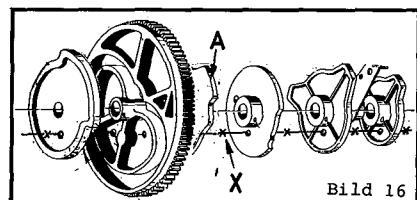
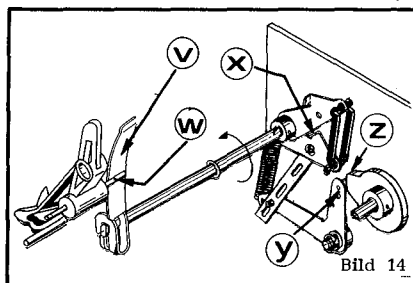
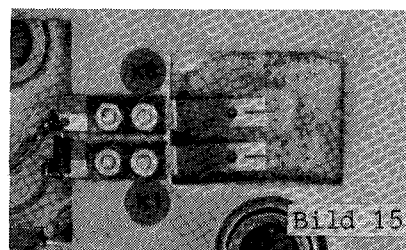
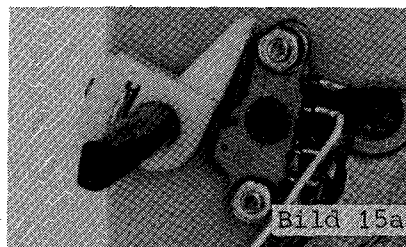

Bild 16
Bild 14
Bild 15
Bild 15a
The drive pulley (refer to Parts List, Fig. 14, pos. 8) has two grooves for the belt to run in, for easy adaptation.
L'accouplement à ressort (fig.14) est réglé correctement lorsque le levier V et la cheville W du support mobile se détachent avant que la pince ne commence à se soulever, même si le disque est de petit diamètre (disque test WUR de 172mm de Ø, étiquette jaune). La correction se fait en pliant légèrement la languette X. Attention: chaque modification entraîne un changement dans le temps de contact de K8, vérifier comme indiqué plus haut!
Le contacteur rotatif (fig.15) est fixé sur son arbre (clé de 2mm) tel que l'interrupteur du moteur K6 fait son circuit si son levier de contact Y fig.14 se trouve juste sur la pointe de la came Z (Z étant la dernière came).
Die Kupplung der Steuerung der beweglichen Plattenklammer im Greifarm (Bild 14) ist richtig eingestellt, wenn der Hebel -V- sich vom Stift -W- der großen Plattenklammer sichtbar trennt, bevor der Greifarm beginnt, sich mit einer Platte zum Plattenteller zu bewegen, dies auch dann, wenn die gegriffene Platte die Untergröße von 172 mm hat (Wurlitzer-Prüfplatte WUR 4, gelbes Etikett). Eine Korrektur ist durch Justage der Zunge -X- möglich. Jede Änderung hier beeinflusst die Schaltzeit des Greifarm-Endschalters K 8!
Die Schalter K1 und K6 sowie, bei der SL 700-Mechanik, der Stummschalter, sind Schleifkontaktfedern, die mit etwa 50 p auf eine Kontaktscheibe drücken, die in der vorderen Nockenscheibe (Bild 16) liegt. In der Mechanik 41 200 liegt diese Kontaktscheibe über die Nockenwelle auf Massepotential, in der Mechanik 41 220 (neu, SL 700) ist diese Kontaktscheibe isoliert, sie wird vom Kontakt K1 auf Massepotential gezogen, nur nicht in Spielstellung (Verstärker-Stummschaltung).
Der Mikroschalter K7 (Bild 15a) wird von einem Mitnehmer betätigt, der auf der Achse des Hebels -V-, Bild 14, sitzt. In Ruhestellung, die große Plattenklammer -W- ist dann voll geöffnet, muß der Hebel des Schalters K7 den Schaltpunkt um gut 0,5 mm überschritten haben. Der Hebel darf nicht gegen den Schaltkörper gedrückt werden. Einstellung durch Verdrehung des Mitnehmers; 2 mm Inbus-Schlüssel. In dieser Stellung ist der Kontakt K7₁ (grün und schwarz) geschlossen, in Spielstellung ist K7₁ geöffnet und dafür K7₂ (weiß und violett) geschlossen.
Die Stellung der Nockenscheiben zueinander (Bild 16) wird bestimmt durch die Fluchtlinie -X-. Die Löcher müssen alle in einer Reihe liegen.
The Control Linkage of the Large Record Clamp (Bild 14) is correctly adjusted if, in the process of gripping a record to be taken out of the carrier, lever -V- clears pin -W- (of the large clamp) before the
Switches K1 and K6 and, with the 41 220-changer, the mute control, are wipers on a contact disc, having contact force of about 50 p. The contact disc is part of the front cam, Bild 16, left. No adjustment necessary. With the elder Model 41 20C-changer, the disc finds a ground return via the cam shaft and bearings. With the new model 41 220 changer (SL 700) the disc is isolated from the shaft but wiper K1 provides a ground return except when the cams are in play position: With the contact plate off ground the amplifier's muting circuit is disabled.
Switch K7 is actuated by a driver on the shaft of lever -V-, Bild 14. In idling position, that is when the large record clamp -W- is open widely, the lever of K7 should have passed the point of tripping with an overtravel of 0,5 to 1 mm. To be adjusted by rotating the driver; Allen head worm screw, 2 mm wrench, care not to jam the lever against the switches case.
Gear & Cams. The correct position each to the others is given if the line -X-, Bild 16, passes through the centre of all the holes (a fitting bolt will pass).
Les contacts K1 et K6 (fig. 15) sont formés de lamelles frottant sur un disque de contact avec une pression d'environ 50p. Ce disque de contact est monté sur la came avant (fig. 16). Il est à la masse par l'intermédiaire de l'axe des cames. Un réglage de ces contacts n'est pas nécessaire.
Le microcontact K7 (fig. 15 a) est actionné par le levier -V- (fig. 14). En position repos, le support de disque -W- est complètement ouvert, le levier du microcontact K7 doit dépasser le point de contact de 0,5 à 1 mm. Le levier ne doit pas cependant toucher le corps du contact. Réglage en tournant le support avec une clé à pipe de 2 mm. En position repos, K7₁ (fils vert et noir) est fermé. En position jeu, K7₁ (fils vert et noir) est ouvert et K7₂ (fils blanc et violet) est fermé.
Une nouvelle came doit être percée et goupillée de façon que les trous de réglage de la ligne -X-, fig. 16, soient tous en ligne (introduire une goupille longue).